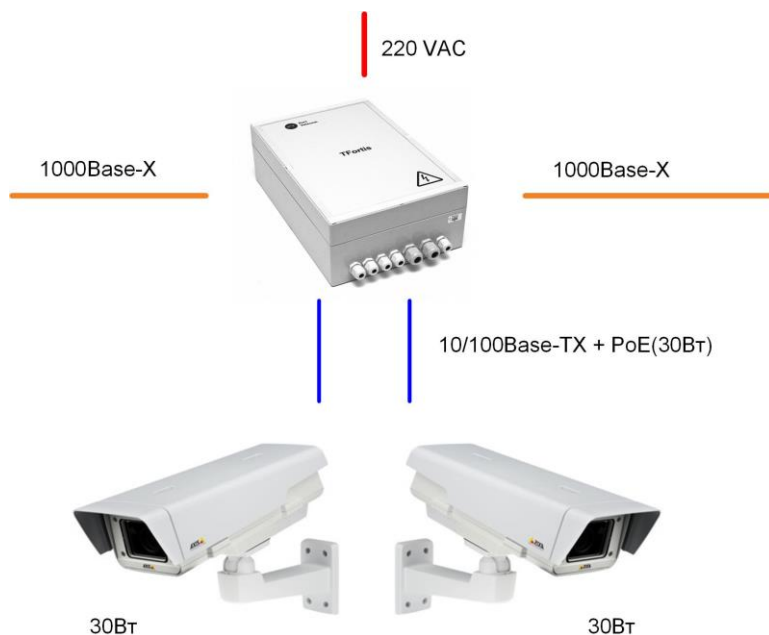

Рис. 1-2. Схема подключения двух камер с потреблением по 30 Вт.
- две камеры с потреблением по 30 Вт (рис. 1-2)